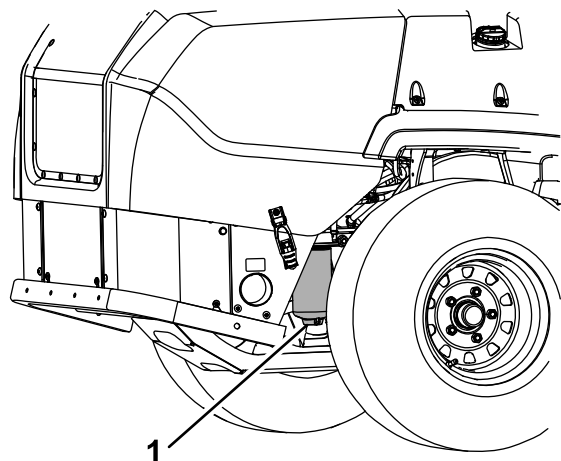

Figure 45
- Desserrez le bouchon de vidange du séparateur d'eau d'un tour environ pour vidanger l'eau et autres contaminants (Figure 45).